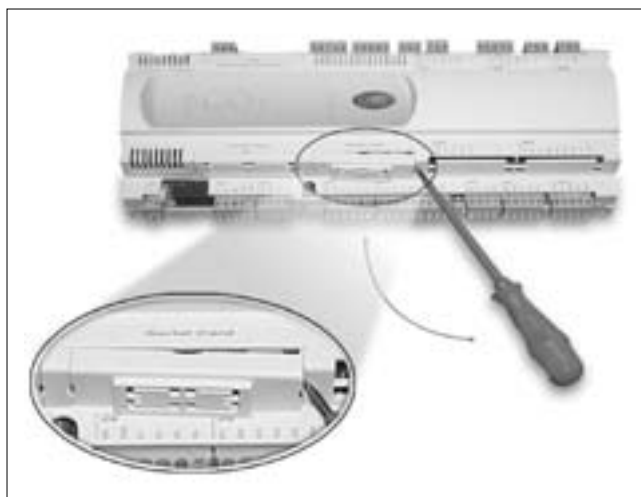

Рис. 1
Установите плату в контроллер рСО в следующем порядке (рис. 1...4):
1. С помощью отвертки снимите крышку платы последовательного интерфейса (рис. 1);